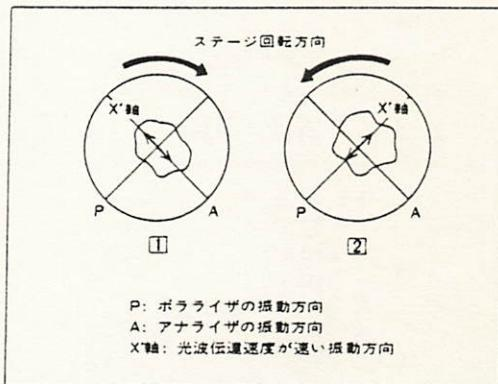

図28
- ② 標本をステージに載せ、ステージを回転して、測定箇所を最暗黒にし、45°クリックストップレバーを手前へ引きます。
このとき、標本のX'軸が、図28-①のようにアナライザの振動方向に一致している場合と、図28-②のようにポラライザの振動方向に一致している場合があります。
①の場合は、時計方向にステージを45°回転し、②の場合は、反時計方向にステージを45°回転して下さい。